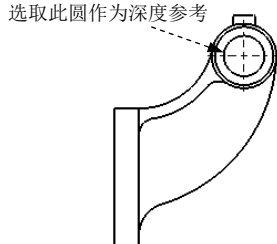

图 6.13.10 定义深度参考
Step3. 选择深度参考。选取图 6.13.10 所示的圆作为深度参考。